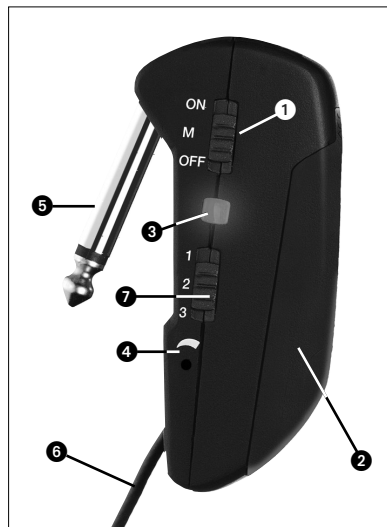

Fig. 1: Elementos de mando del GB 40 FLEXX
2.5 Elementos de mando (véase Fig. 1)